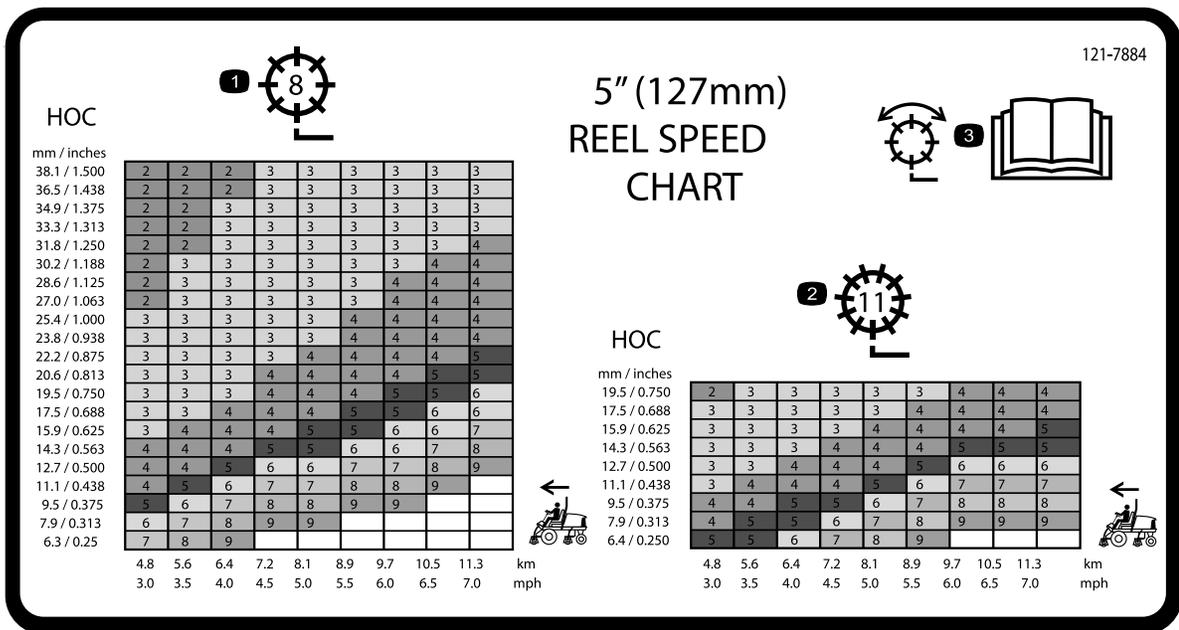
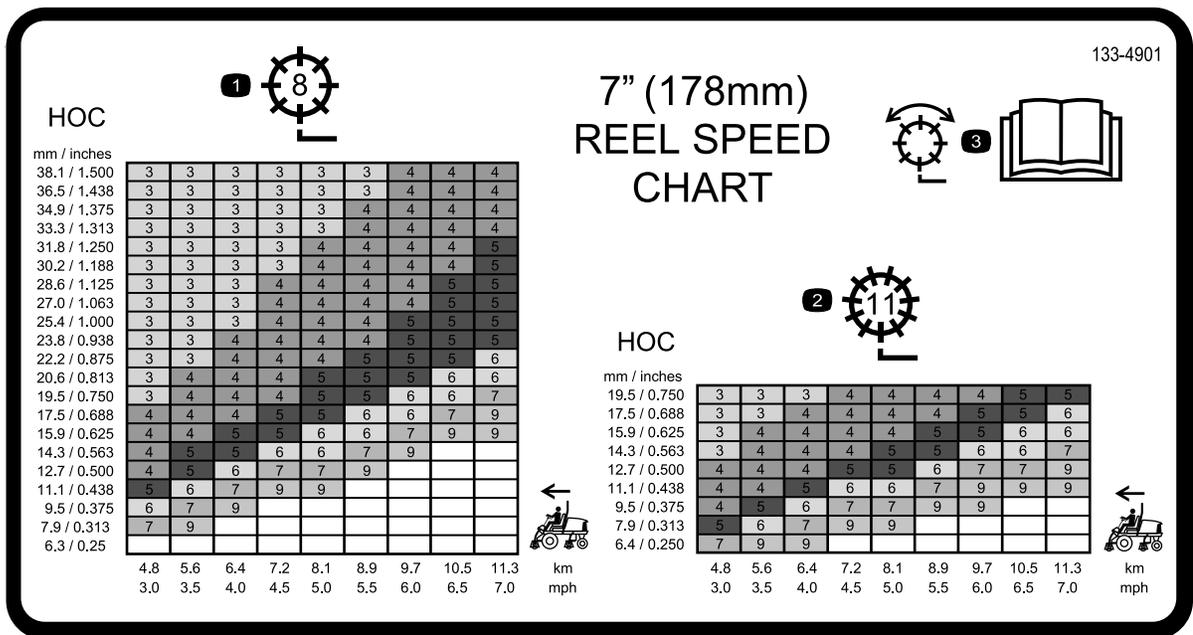

Figura 30
Figura 31
3. Utilize o gráfico nos autocolantes da velocidade dos cilindros (Figura 30 e Figura 31), para determinar a velocidade adequada dos cilindros.